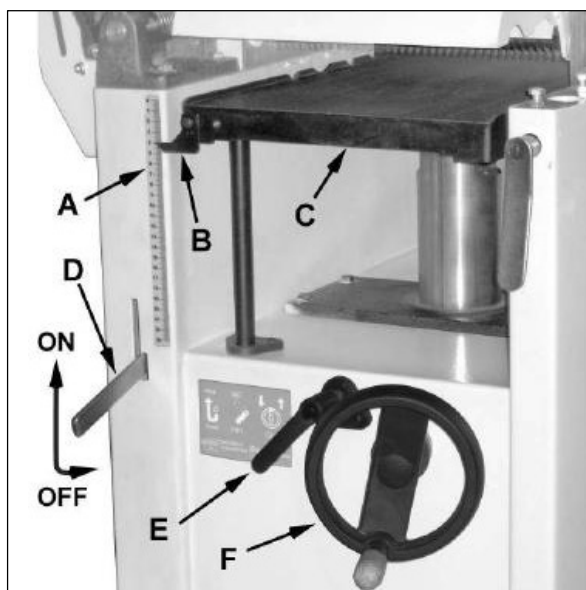
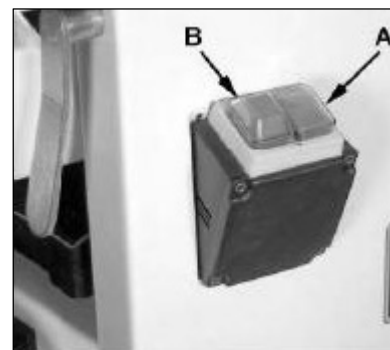
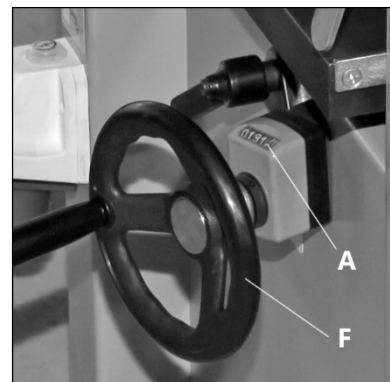

Рисунок 4.
Рисунок 5.
Рисунок 6.
Для включения автоматической подачи установите ручку подачи рейсмусового станка D (рис. 4) в верхнее положение включает подачу станка. Опустив ручку в нижнее положение, вы отключите подачу.
Станок включается при помощи зеленой кнопки А (рис. 5) выключателя, выключается при помощи красной кнопки В. Включении и выключение автоматической подачи заготовки при рейсмусовании осуществляется рычагом D (рис. 4).
- Разблокируйте фиксатор Е стола С (рис. 4).
Примечание: каждый оборот маховика F приводит к перемещению стола С на 4 мм вверх или вниз. Индикатор А на основании маховика показывает расстояние от стола до вала (рис. 6). Указатель В (рис. 4) показывает положение рейсмусового стола относительно ножевого вала по шкале А, расположенной сбоку на основании станка.